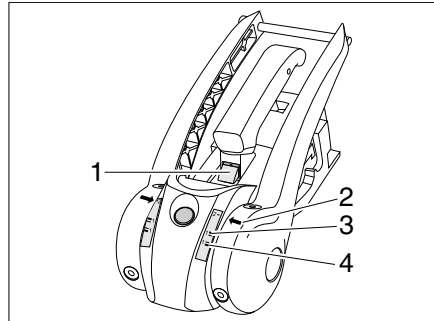

Bild 152 Verschleißkontrolle Reibbeläge
- Wenn die grüne Markierung sichtbar ist (Bild 152,1), sind die Reibbeläge vorn und hinten noch in Ordnung. Ist die grüne Markierung nicht mehr sichtbar, müssen die Reibbeläge gewechselt werden.
- Ist der Pfeil (Bild 152,2) unterhalb der Softdockmarkierung 1-grün, (Bild 152,4) sind die Reibbeläge rechts und links in Ordnung. Ist der Pfeil (Bild 152,2) oberhalb der Softdockmarkierung 1-rot (Bild 152,3), müssen die Reibbeläge gewechselt werden.
- Wenn die grüne Markierung sichtbar ist (Bild 152,1), ist die Kupplungskugel in Ordnung. Ist die grüne Markierung nicht mehr sichtbar, ist der Durchmesser der Kupplungskugel  $< 49\text{mm}$  und die Kupplungskugel muss gewechselt werden.